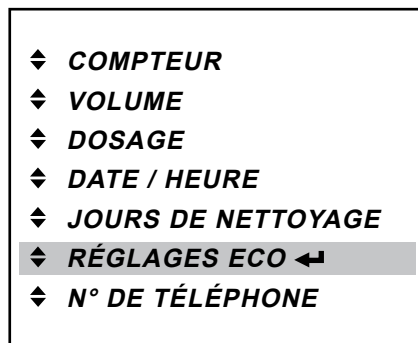

Fig. 38
- Appuyez sur la touche d'entrée ◀, pour afficher le menu «RÉGLAGES ECO» (fig. 38).